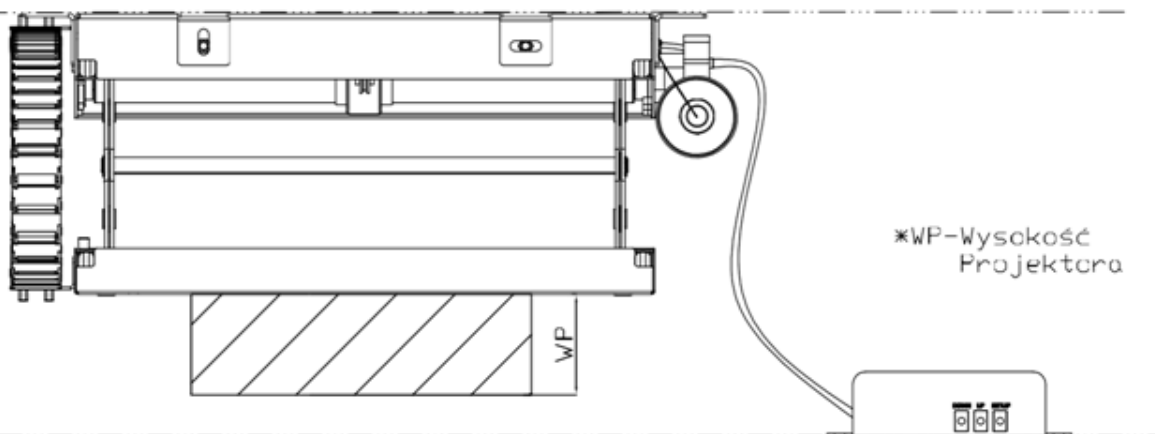

rys. 7c
b) Wtyczkę wiązki wetknij w gniazdo sterownika (rys. 7c). Włóż wtyczkę sterownika do zasilania.